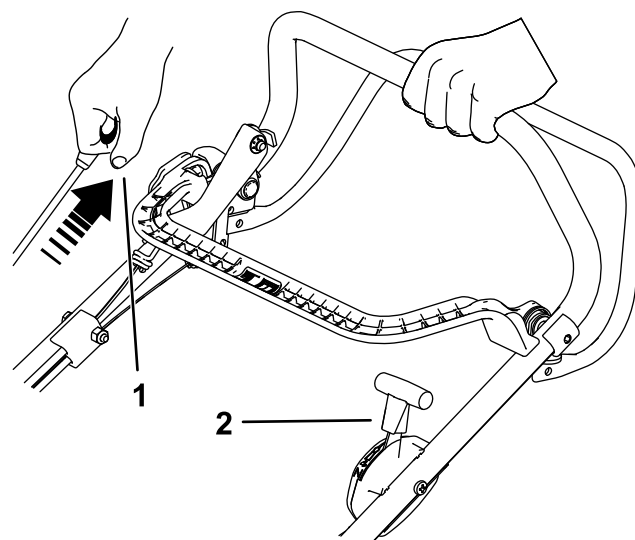

Figura 15
2. Trageți mânerul demarorului cu recul până când simțiți că opune rezistență, apoi trageți-l brusc pentru a porni. Când motorul pornește, readuceți încet maneta de control al accelerației în poziția RAPID dacă a fost cuplat ocul (Figura 15).